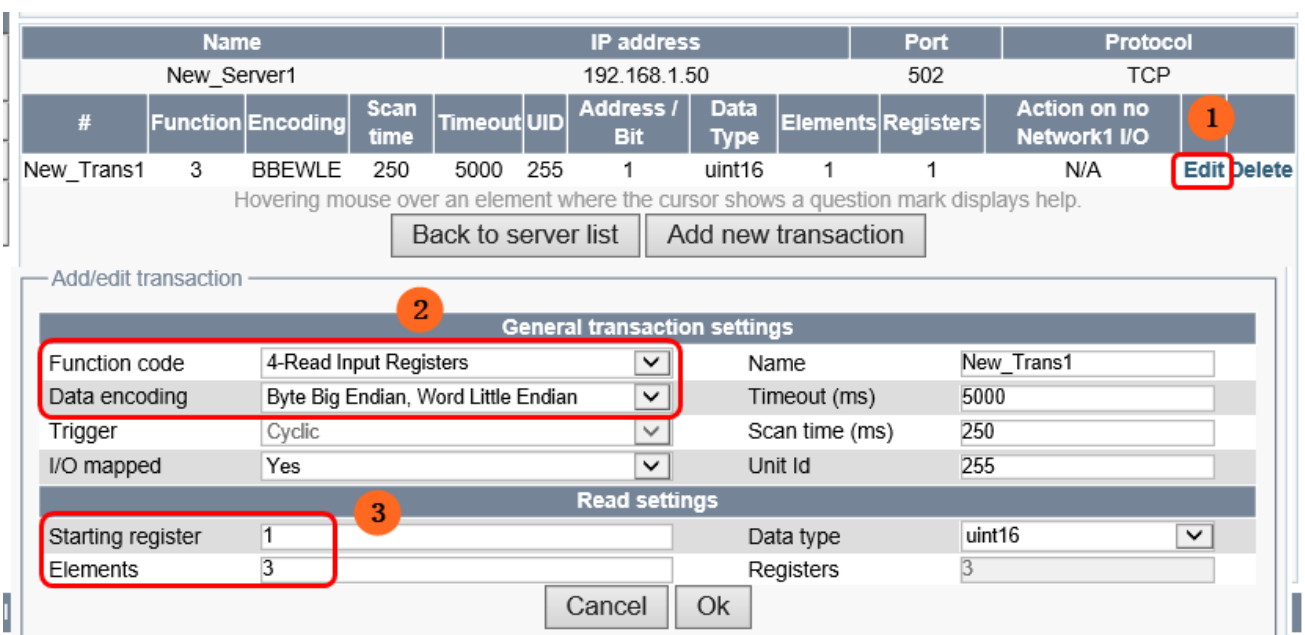

图 2-10 修改指令参数
8. 点击新添加指令中的“Edit”选项，在下侧显示的界面中根据实际应用修改传输指令参数。图 2-10 中是添加读 3 个寄存器指令，图 2-11 添加写 4 个寄存器指令。